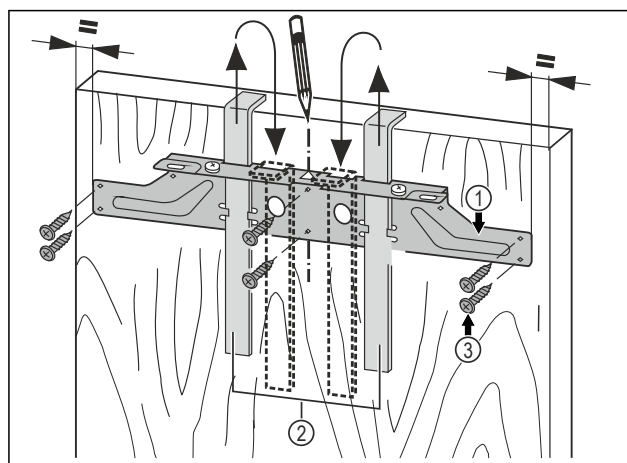

Fig. 21
- Accrocher la traverse de fixation Fig. 21 (1) du côté intérieur de la porte du meuble avec les aides au montage Fig. 21 (2).
- Aligner la traverse de fixation Fig. 21 (1) au centre de la porte.
- visser fermement la traverse de fixation Fig. 21 (1) avec au moins 6 vis Fig. 21 (3).
- visser fermement la traverse de fixation Fig. 21 (1) au bord avec 4 vis Fig. 21 (3).
- Retirer les aides au montage Fig. 21 (2) par le haut et les insérer retournées dans les ouvertures situées à côté.